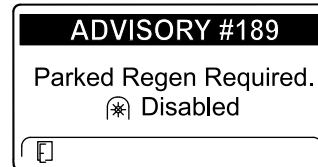

Figura 49
- Se non eseguite una rigenerazione parcheggiata entro 2 ore, l'InfoCenter visualizza il messaggio di richiesta della rigenerazione parcheggiata e di disabilitazione della presa di forza ADVISORY #189 (Figura 49).